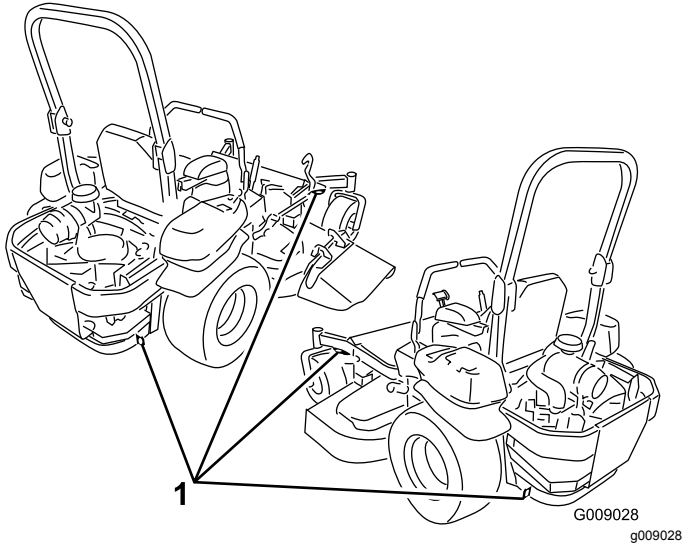

Figura 36
5. Utilice los puntos de amarre metálicos de la máquina para sujetar la máquina firmemente al remolque o al camión con correas, cadenas, cables o cuerdas (Figura 36).